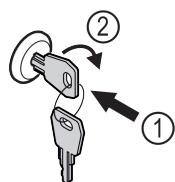

Fig. 91
- Shtyni çelësin brenda Fig. 91 (1).
- Rrotulloni çelësin me 90° në drejtimin orar Fig. 91 (2).